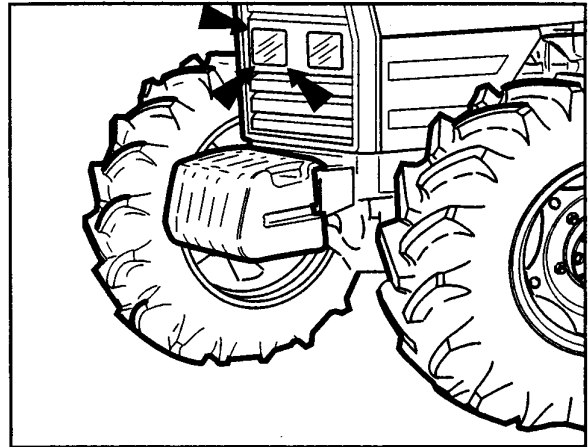

Fig.5-66 - Tornillos de regulación orientación faros.
- Para eventuales regulaciones usar los correspondientes tornillos de regulación (Fig.5-66).